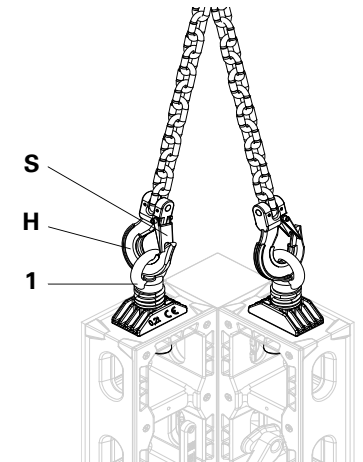

Fig. 5
Fissare il gancio (H) dell'imbracatura al foro superiore (1) dell'anello DUO e assicurarne. (Fig. 5)